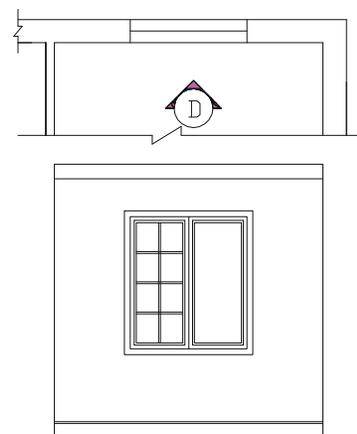

图 8-1-59
令 OFFSET 分别将绘制的横线上、下各偏 10，将被等分的竖直线段左、右各偏 10，再使用删除命令 ERASE 将等分点和中线删除，如图 8-1-59 所示。
**STEP 10** 使用修剪命令 TRIM 将如图 8-1-59 所示的线段进行修剪，并使用绘制直线命令 LINE 绘制三条斜线以示玻璃，再使用复制命令将三条斜线进行多重复制，如图 8-1-60 所示。